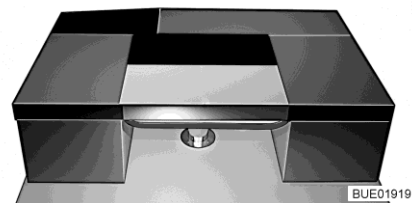

Fig. 162 Dopo la trasformazione
- Posizionare il cuscino aggiuntivo trasversalmente sul tavolo (vedi Fig. 162).